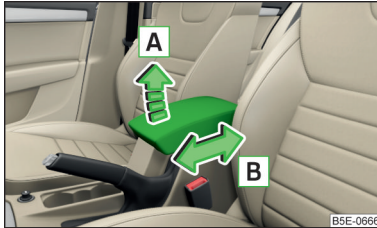

Abb. 85
- Zur **Höheneinstellung** die Armlehne in Pfeilrichtung **A** in eine der Raststellungen anheben » Abb. 85.